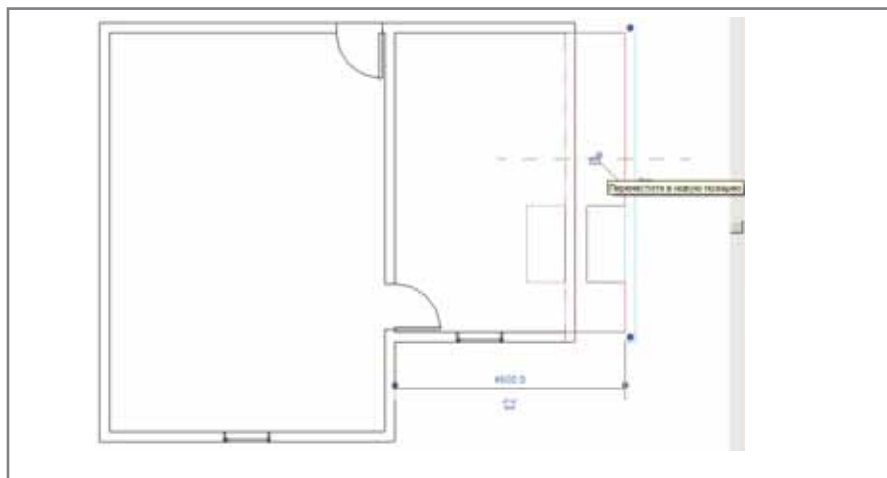

Рис. 15. Двигая стену, к которой присоединен объект, мы также двигаем и сам объект
8. Чтобы активировать команду, нужно выделить стол с помощью инструмента *Редактировать* (*Modify*), немного отодвинуть его от стены и затем поставить обратно. Теперь программа свяжет ближайшие стены со столом, а значит, перемещая окружающие стены, вы переместите вслед за ними и стол (рис. 15 и 16).